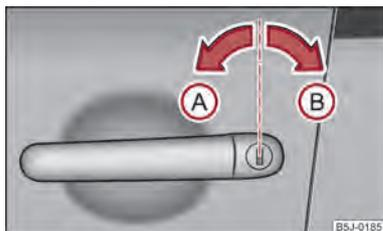

Fig. 12 Giros de llave para desbloquear y bloquear
- Gire la llave en el bombín de cierre de la puerta del conductor en dirección de marcha (posición de desbloqueo) (A) ⇒ fig. 12.
- Gire la llave en el bombín de cierre de la puerta del conductor en dirección contraria a la marcha (posición de bloqueo) (B) ⇒ fig. 12.